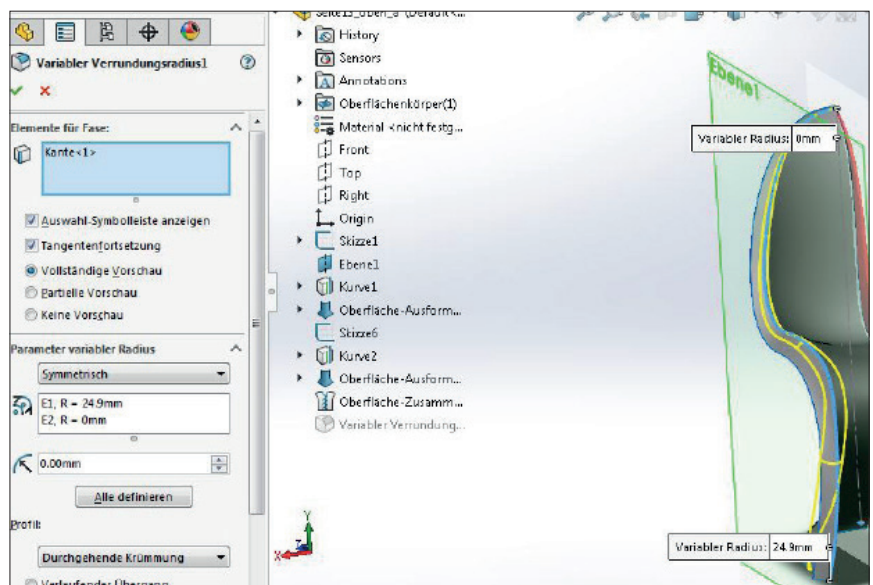

Abb. 75_Panton_Chair_29, BN
- » Einstellungen vornehmen (siehe Abb. 75)